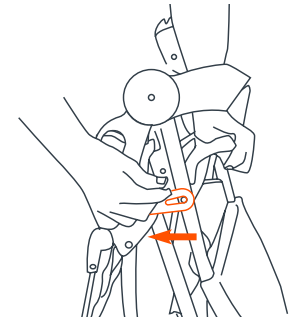

Abb. 21a
- 21) • Stellen Sie den Kinderwagen so auf den Boden, dass alle drei Räder den Boden berühren. Lösen Sie den Klappriegel, der sich auf der rechten Seite befindet (Abb. 21a).